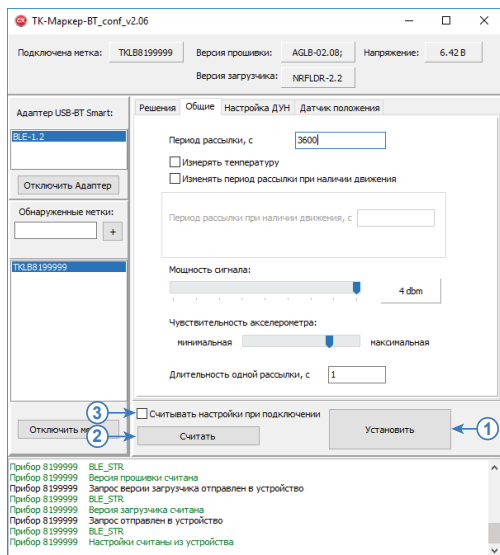

Рис.9. Считывание текущих настроек из метки и запись новых настроек.
- Установите необходимые параметры и нажмите кнопку «Установить» (Рис.9, п.1). После успешной записи настроек в окне лога появится сообщение «Настройки записаны в устройство».
По умолчанию настройки метки НЕ считываются в программу автоматически. Для того чтобы считаться настройки метки, необходимо нажать кнопку «Считать» (Рис.9, п.2). Для того чтобы программа автоматически считывала настройки после подключения метки, необходимо включить опцию «Считать настройки при подключении» (Рис.9, п.3).